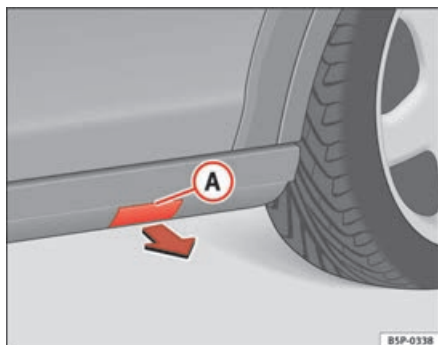

Fig. 181 Suporte de plástico com tampa para fixação do macaco
- Retirar a tampa  para ter acesso aos pontos para fixação do macaco do veículo ⇒ fig. 181.
- Puxar a tampa e retirar a mesma do compartimento no sentido da seta ⇒ fig. 181.